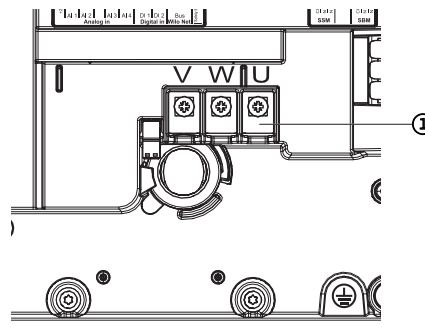

Fig. 115: Terminais de ligação do motor V, W, U
5. Soltar o cabo de ligação do motor (Fig. 115).